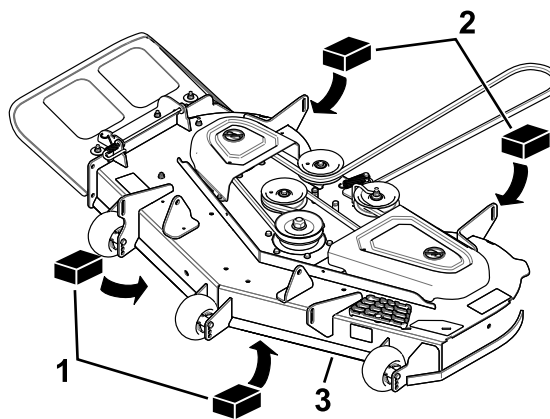

Figure 64
3. Placez deux cales de 6,6 cm (2 $\frac{5}{8}$ po) d'épaisseur chacune sous chaque côté du bord avant du tablier de coupe, mais pas sous les supports des galets anti-scalp (Figure 64).
4. Placez deux cales de 7,3 cm (2 $\frac{7}{8}$ po) d'épaisseur chacune sous le bord arrière de la jupe du tablier de coupe, une de chaque côté (Figure 64).